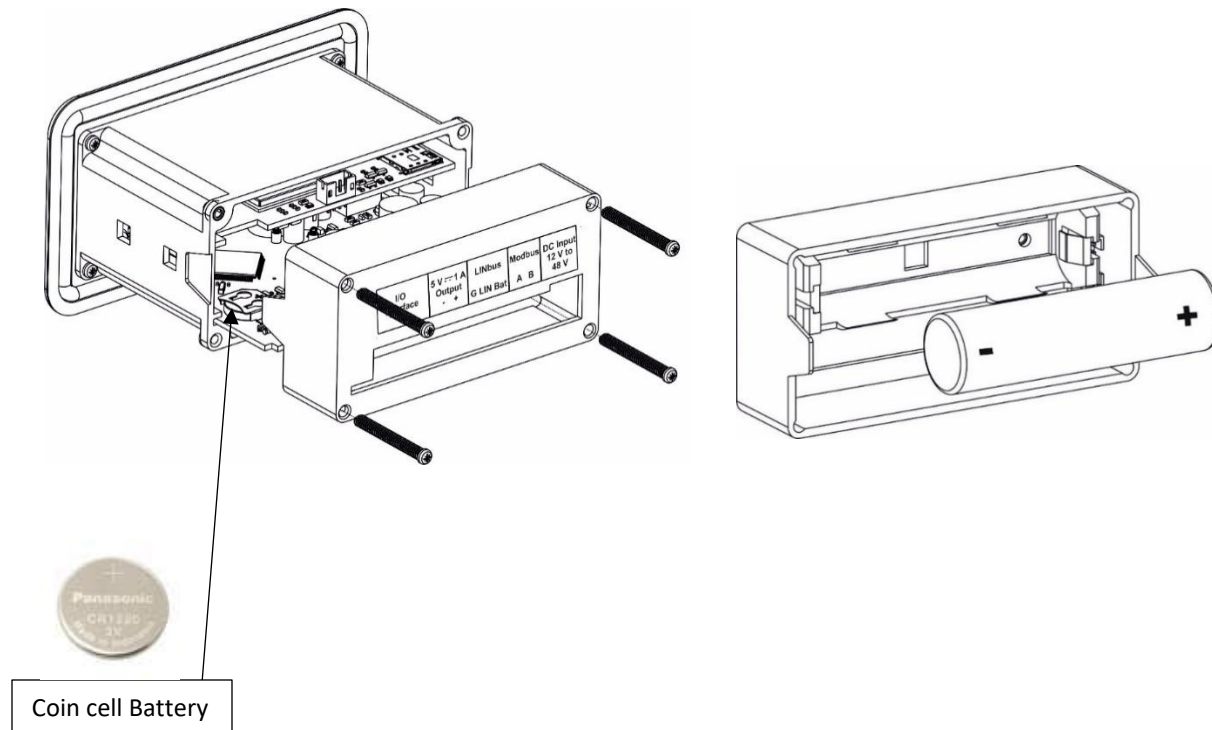

图 12 插入/更换电池
- 更换电池时，请关闭电源并取下数据记录器的后盖，如图 12 所示。
- 要更换纽扣电池，请打开后盖，如图 12 所示。